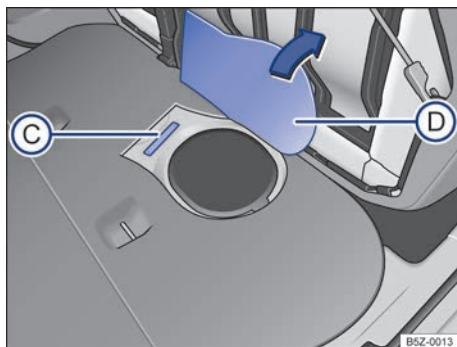

Fig. 202 Debaxo do banco traseiro sob o revestimento do assoalho (D): número de identificação do veículo (C).
O número de identificação do veículo está localizado debaixo do banco traseiro sob o revestimento do assoalho → Fig. 202 (C). Para encontrar o número de identificação do veículo, rebater o banco traseiro e levantar o revestimento do assoalho → Fig. 202 (D).